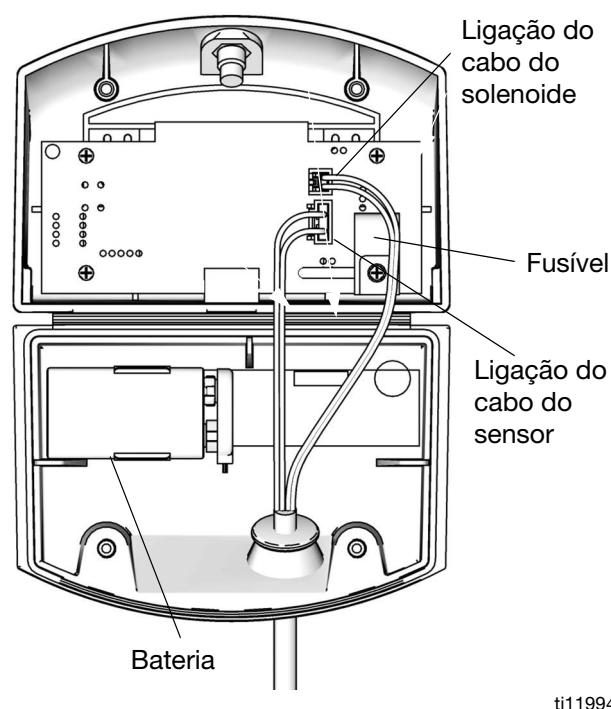

FIG. 20. Localização da bateria e do fusível do DataTrak
5. Desligue a bateria usada e substitua-a por uma bateria indicada. Consulte a FIG. 20.